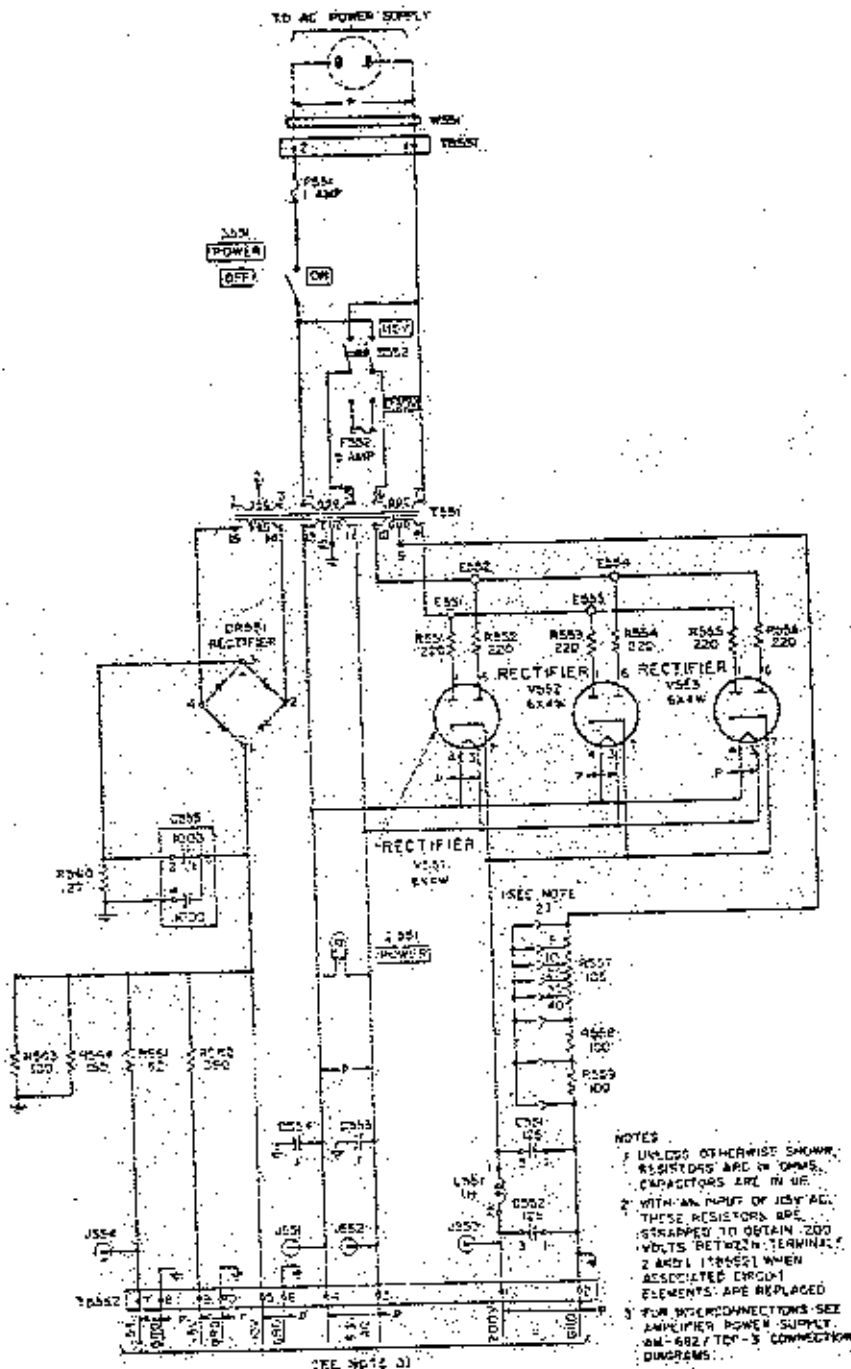

Fig. 43 Circuiti dell'alimentatore
a) Tensione di 200 V positiva (fig. 43).